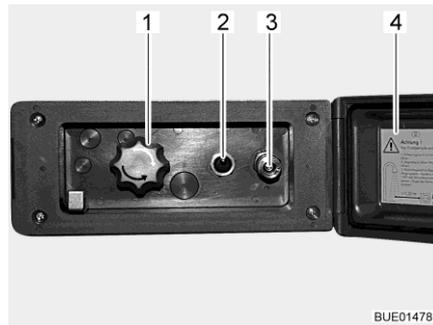

Fig. 190 Raccordo doccia esterno
- Sganciare ed aprire il coperchio (Fig. 190,4).
- Collegare il tubo flessibile della doccia esterna alla chiusura rapida (Fig. 190,3).
- Accendere la pompa dell'acqua con l'interruttore (Fig. 190,2).
- Regolare la temperatura dell'acqua ai gradi desiderati mediante la manopola (Fig. 190,1).
- Spegnerne la pompa dell'acqua con l'interruttore (Fig. 190,2).
- Chiudere il coperchio (Fig. 190,4) e bloccarlo con la chiave.
- Ruotare la manopola (Fig. 190,1) sulla posizione centrale.